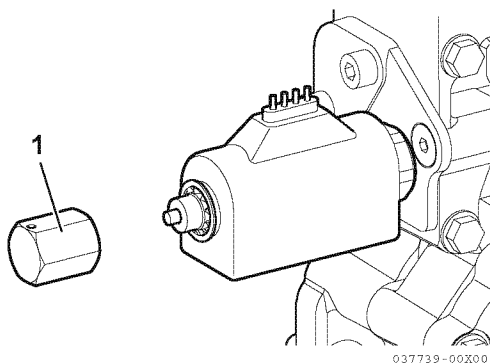

Figura 12
2. Avvitare il dado di emergenza (1, **Figura 12**) sulla valvola elettrica.